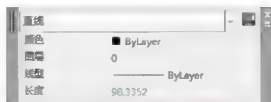

图 2.71 【快捷特性】对话框
(1) 单击状态栏上的【快捷特性】按钮后,在命令行无命令的状态下,单击散水线,出现夹点,【快捷特性】对话框也随即弹出。缺省状态下,【快捷特性】对话框显示有【颜色】、【图层】、【线型】、【长度】等,如图2.71所示。单击右上角的【自定义】按钮,打开【自定义用户界面】对话框,可以勾选【线型比例】、【线宽】等加设到【快捷特性】对话框内。在该对话框内可以查询图层也可以修改图层。